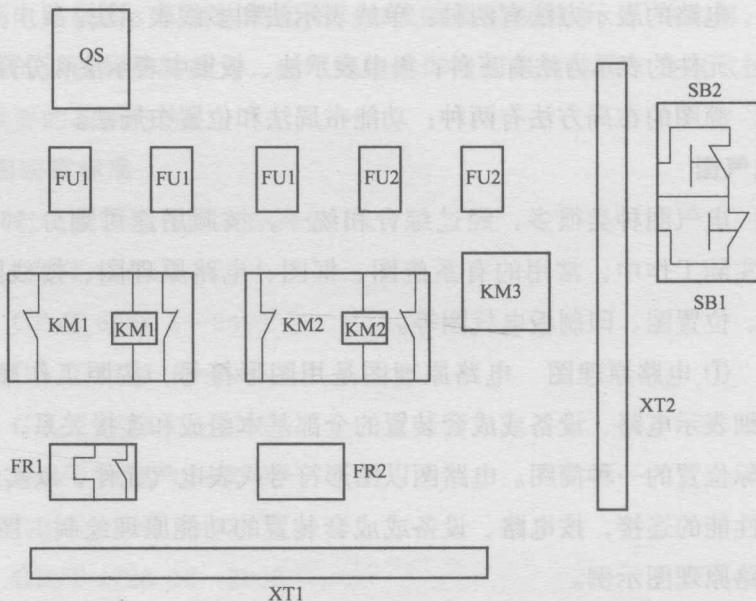

图 1-1-2 位置图示例
② 位置图 位置图是表示成套装置、设备或装置中各个项目的位置的一种简图。位置图也叫做布置图，是根据电气设备或电气元件在控制台或屏上的实际安装位置也简化的外形符号绘制。图 1-1-2 是位置图示例。